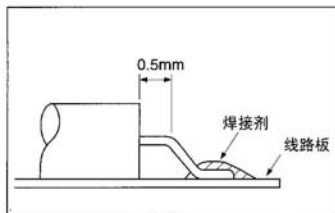
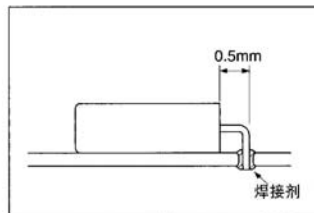

图5
图6
- (1) 将导脚弯曲之后并进行焊接时，导脚上要留下离外壳0.5mm的直线部位。如果不留出导脚的直线部位而将导脚弯曲，有可能导致玻璃的破碎 (参阅图5 和图6)。